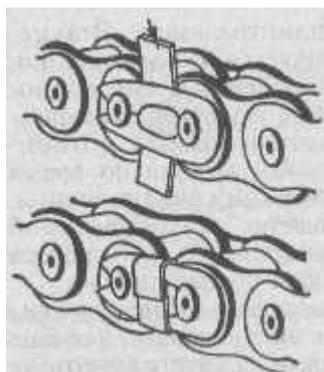

Рис. 63. Установка предохранительной полоски из жести на защелку замкового звена цепи
Замковое звено цепи снабжено достаточно тугей защелкой и все же не будет излишней установка на нем предохранителя (рис. 63), который исключит возможность соскакивания защелки и разъединения цепи при любых обстоятельствах.
7. Соединить цепь, вставив замок, установить защелку замка обязательно прорезью назад по ходу цепи и обжать ее предохранительной полоской, вырезанной из жести (см. рис. 63).